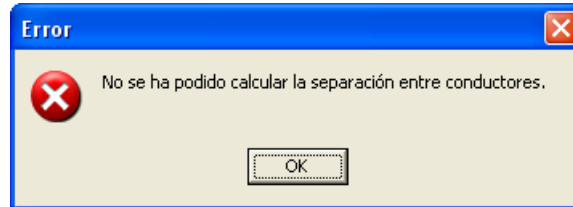

Figura 11.47.
- Figura 11.47: Debemos de revisar el replanteo de apoyos realizado y volver a calcular la línea. Sucede porque no se ha validado ningún apoyo por el programa y por lo tanto no puede calcular la distancia entre conductores.